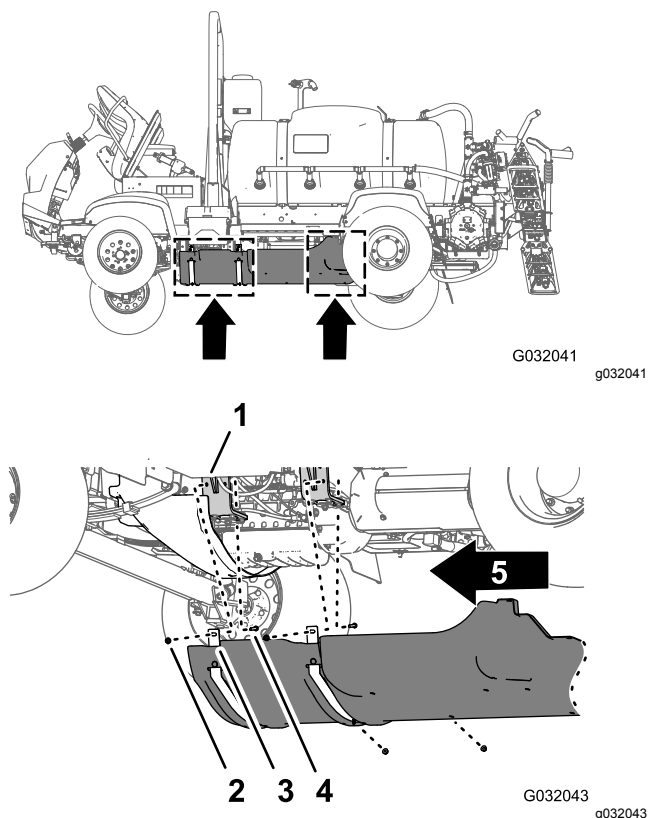

図 179
1. キャリッジ下シュラウドを車体の下シャーシに合わせる 図 179。
2. エンジン搭載ブラケットのところで、ボルトとキャリッジボルトの上からキャリッジ下シュラウドのサポートストラップを入れる 図 179。
3. キャリッジ下シュラウドを、エンジン搭載ブラケットとボルトに組み付ける 図 179 ステップ 212 キャリッジ下シュラウドキットオプションを取り外す (ページ 23) で外したフランジロックナット (5/16") 4個を使用する。